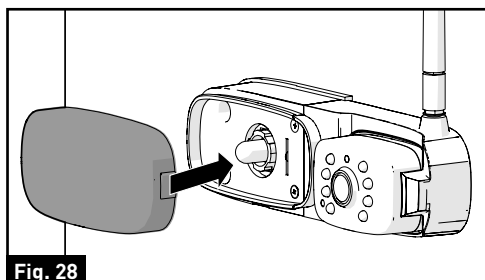

Fig. 28
7. Remplacez le couvercle de lentille sur la base du feu de signalisation et appuyez sur jusqu'à entendre un déclic. La caméra est maintenant entièrement installée sur le véhicule. (Fig. 28 et 29)